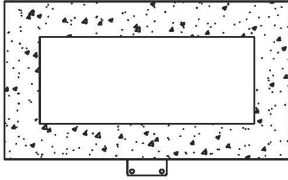

Abbildung 5
- Markieren Sie die Position der beiden unteren Löcher (siehe Abbildung 5).